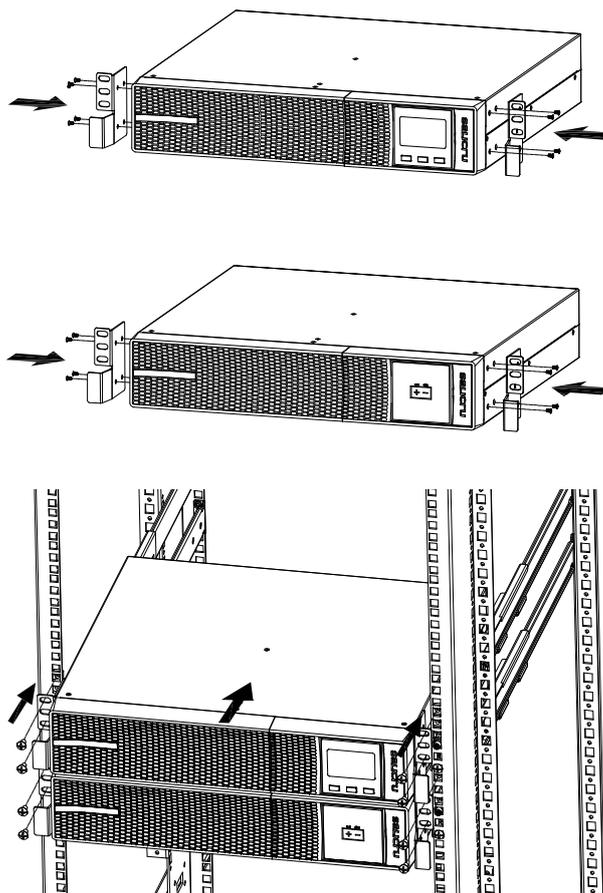

Fig. 5. Montage type rack en armoire de 19", avec extension autonomie (module de batteries).
- Procédez de la manière suivante (voir Fig. 5) :